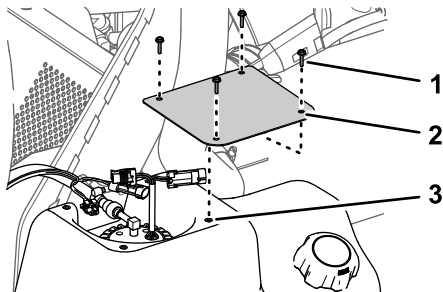

Figura 77
2. En el depósito de combustible, retire los 4 tornillos (N.º 10 x ¾") que sujetan la tapa a la parte superior del depósito de combustible, y retire la tapa (Figura 77).